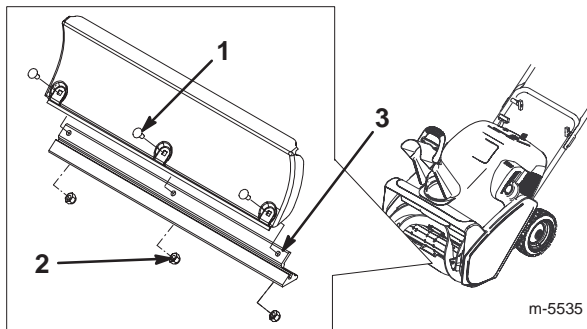

Bild 22
5. Entfernen Sie die drei Schlossschrauben und Sicherungsmuttern, mit denen die Schürfleiste befestigt ist (Bild 22).